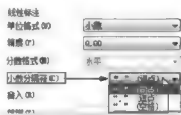

图 5-102
④ 小数分隔符 (D)：主要作用是确定小数的分隔符，该选项只有在“小数”格式时才起作用。“分数分隔符”列表为用户提供了“.”“，”和“空格”3 种分隔符 (图 5-102)。